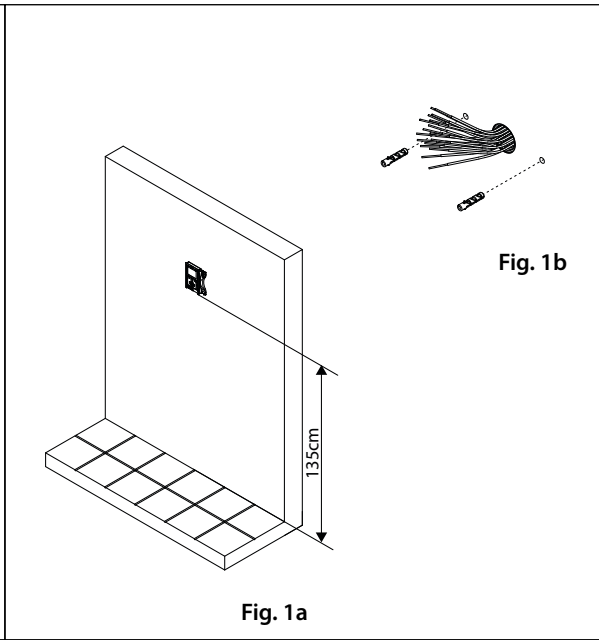

Fig. 1a
1. Come mostrato in **Fig. 1a**, appoggiare a parete il videocitofono lasciando circa 135cm tra la parte inferiore ed il pavimento e prendere i riferimenti per i fori di fissaggio a parete. Realizzare i fori (diametro 5mm) ed inserire all'interno i tasselli ad espansione forniti a corredo come mostrato in **Fig. 1b**;